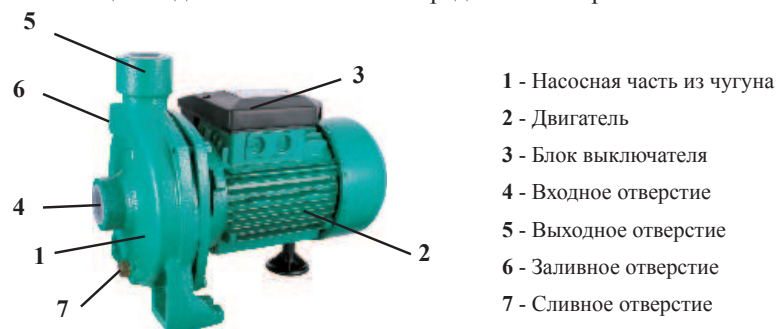
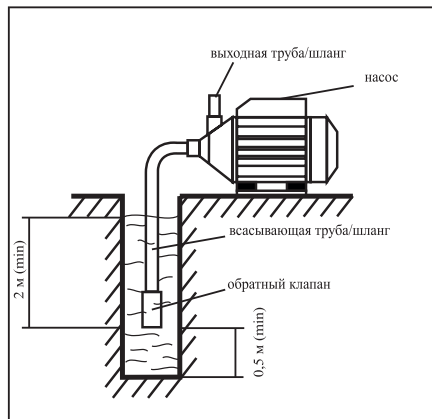

рис. 1
рис. 2
4.1 Общий вид\* насоса схематично представлен на рис. 1
6.3 Всасывающую трубу/шланг подсоедините к входному отверстию 4 (рис. 1), расположите под углом к входному отверстию (рис. 2), погрузите всасывающую трубу/шланг в воду на глубину не менее 2 м (расстояние до дна должно быть не менее 0,5 м) - рис. 2
ющую трубу/шланг оснащать обратным клапаном рис.2 ( в комплект поставки не входит).
7.1 Если всасывающая труба/шланг оснащена обратным клапаном. Перед первым запуском наполните всасывающую трубу/шланг и насосную часть через заливное отверстие на корпусе насоса 6 (рис.1) водой при помощи воронки.
7.3. Если всасывающая труба/шланг не оснащена обратным клапаном наполните насосную часть припл. на 3/4 от её объема, через заливное отверстие на корпусе насоса 6 (рис.1) водой при помощи воронки.
8.4 В случае, если предполагается перерыв в использовании насоса сроком более чем 1 месяц, слейте воду из насосной части через сливное отверстие 7 (рис.1) и по возможности продуйте систему сжатым воздухом.